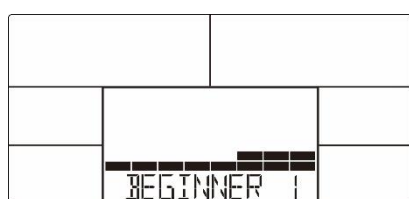

Bild 13
2. Tryck på UPP eller NER för att välja ett av Nybörjar-programmen 1~4 (bild 13) och tryck på MODE / ENTER för att bekräfta.